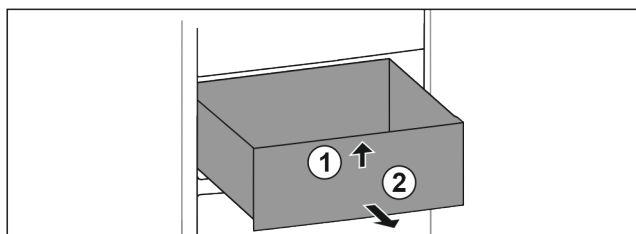

Fig. 62
- ▶ Nadvihnite zásuvku vpredu. Fig. 62 (1)
- ▶ Odoberte zásuvku dopredu. Fig. 62 (2)